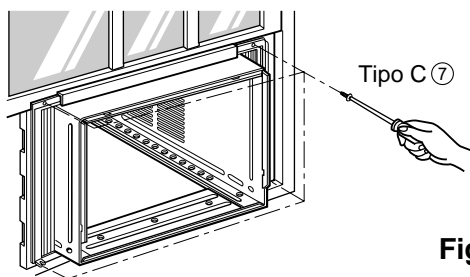

Fig. 6
7. Agregue el gabinete al asiento de la ventana colocando los tornillos ⑥ (Tipo B: Largo 16mm 5/8 - pulgadas - abajo) a través del ángulo frontal en el asiento de la ventana.
8. Tire cada marco de la cortina ① completamente para cada carril de hoja de ventana y repita el paso 2.
9. Agregue cada marco de la cortina ① de la hoja de la ventana usando tornillos ⑦ (Tipo C). (ver Fig. 6)